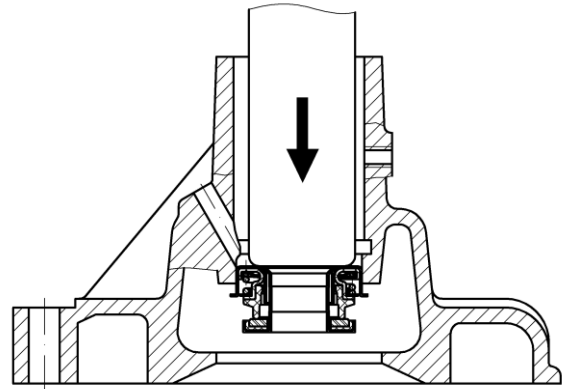

Рис.77. Выпрессовка уплотнения водяного насоса
- выпрессовать уплотнение из корпуса (рис.77).